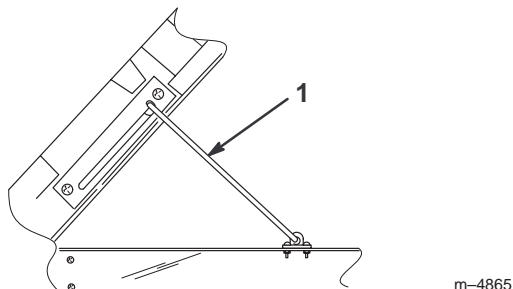

Figure 19
3. Levez le plateau au maximum, puis descendez-le légèrement pour engager la béquille (Fig. 19).